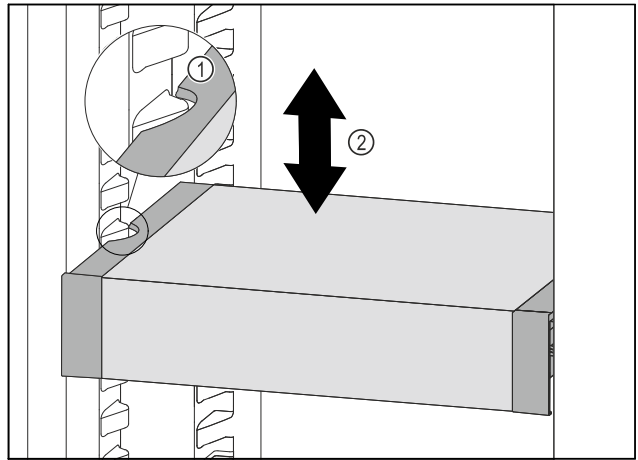

Fig. 111
- VarioSafe nach vorne ziehen, bis sich die seitlichen Aussparungen des VarioSafes auf Höhe der Behälterrippe im Kühlteil befinden. Fig. 111 (1)
- VarioSafe im Kühlteil nach oben oder unten bewegen, bis gewünschte Höhe erreicht ist. Fig. 111 (2)